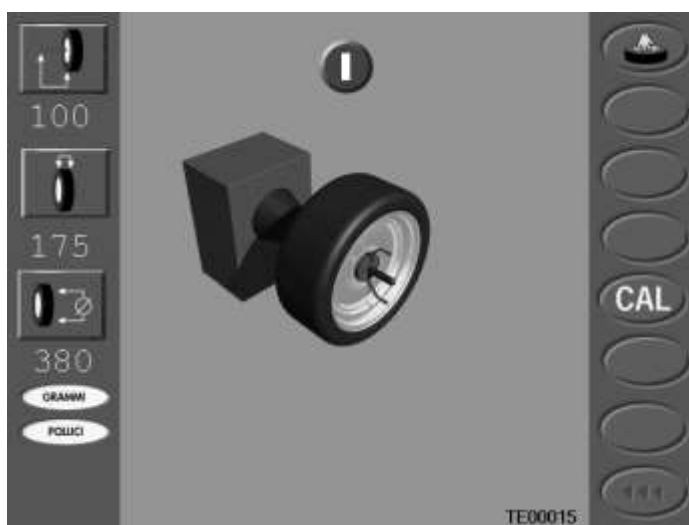

図 15-2 較正:位相 1
4. **START** キーを押してください。機械はホイ-ル・スピンを実行し、最後に図 15-2 示されるページを表示します。